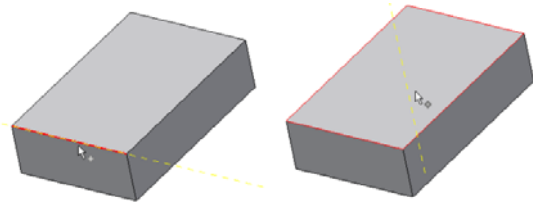

图 3-45 拔模方向预览
(1) 按照固定边方式创建拔模，首先应该选择拔模方向，可选择一条边，则边的方向就是拔模的方向，也可选择一个面，则面的垂线方向就是拔模的方向，当鼠标位于边或面上时，可出现拔模方向的预览，如图 3-45 所示。反向按钮可使得拔模方向产生 180° 的翻转。